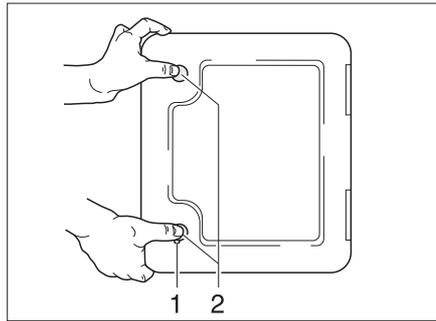

Bild 156 Klappe für Thetford-Kassette
Die Klappe für die Thetford-Kassette (Bild 156) befindet sich außen am Fahrzeug.
- Schlüssel in Schließzylinder des Druckschlusses (Bild 156,1) stecken und eine viertel Umdrehung im Uhrzeigersinn drehen.
- Beide Druckschlösser (Bild 156,2) gleichzeitig mit dem Daumen drücken und die Klappe für die Thetford-Kassette öffnen.